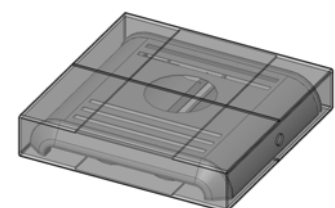

Abbildung 4 - Verpackung Keramik Kaminofen Kasai
- eine Verpackung enthält die Abdeckplatte aus Metall Abb. 4 Teile "1-2-3-4-5" Abb.8 (Der Karton mit der metallenen Abdeckplatte wird auf den Karton mit der Struktur gelegt)